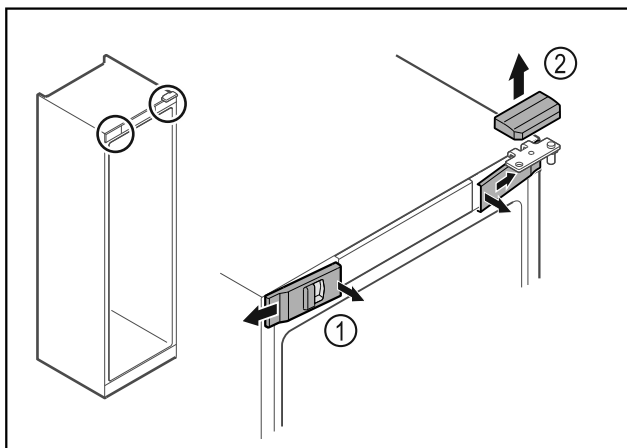

Fig. 12
- Uvolněte uvnitř přední kryty Fig. 12 (1) a sejměte je stranou.
- Horní kryt Fig. 12 (2) odeberte směrem nahoru.